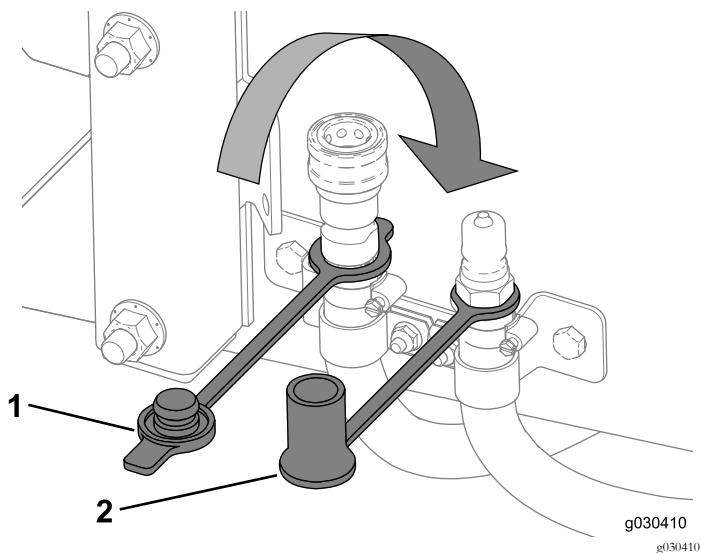

Figure 64
- Obturez les joints de chauffage avec les bouchons antipoussière (Figure 64).